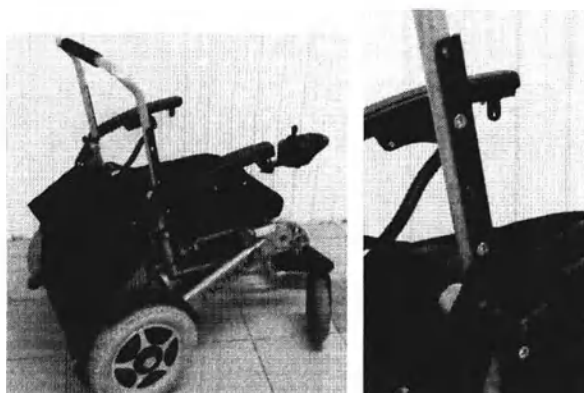

Рис. 7
6. удерживая одной рукой подушку сиденья, другой рукой возьмитесь за спинку сиденья и энергично переместите ее вперед, чтобы сложить (фиксатор войдет в зацепление со скобой крепления, Рис.7)
Для изменения высоты спинки сиденья необходимо выполнить следующие действия (Рис.7):